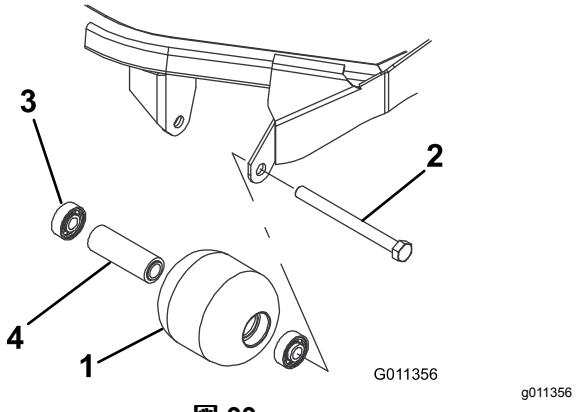

図 99
1. ローラ取り付けボルトを外す 図 99。
4. ローラハウジング、ベアリング、ベアリングスペーサに破損がないか点検する 図 99。
1. 第一のベアリングをローラハウジングに押し込む 図 99。アウターレースのみを押すか、インナーレースとアウターレースを均等に押すとする。
2. スペーサを入れる 図 99。
3. 第二のベアリングをローラハウジングに入れる 図 99 このときは、インナーレースがスペーサに接触するまで、インナーレースとアウターレースを均等に押す。